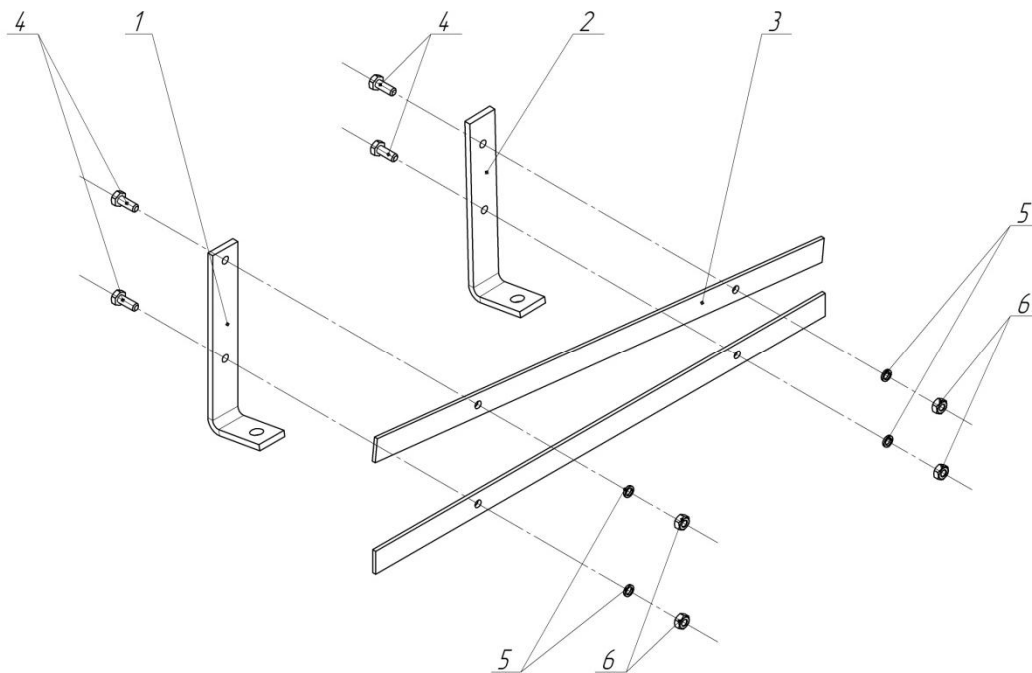

Рис. 7.
Составные части показаны на рис. 7.
2. Используя болты (4), шайбы (5) и гайки (6) собрать две лопасти как показано на рис. 7. Затяжку болтовых соединений произвести от руки.
**Внимание!** Кронштейн у которого межосевое расстояние 86 мм. между двумя отверстиями диаметром 6мм. является кронштейном нижним (1). Кронштейн у которого межосевое расстояние 58 мм. между двумя отверстиями диаметром 6мм. является кронштейном верхним (2). Соответственно в каждой лопасти по одному верхнему и нижнему кронштейну. При этом в бетоносмесителе Б120 лопатку (3) необходимо крепить к кронштейну нижнему (1) той стороной, с которой расстояние от торца лопатки до крепёжного отверстия больше. В бетоносмесителе Б140 расстояния от торцов лопатки до крепёжных отверстий равные.
**Внимание!** При монтаже лопасти необходимо обратить внимание, что кронштейн верхний (2) крепится к ёмкости верхней, а кронштейн нижней (1) крепится к емкости нижней.